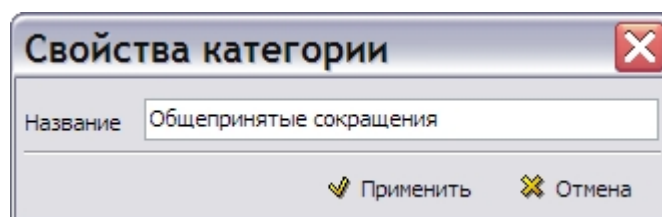

Рис. 7.2
3. Введите название словаря, например «Общепринятые сокращения» (Рис. 7.2).